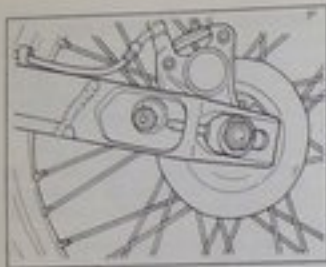

Fig. 32 - Smontaggio ruota posteriore
- sbloccare il perno ruota ed allentare i tendicatena (fig. 32).